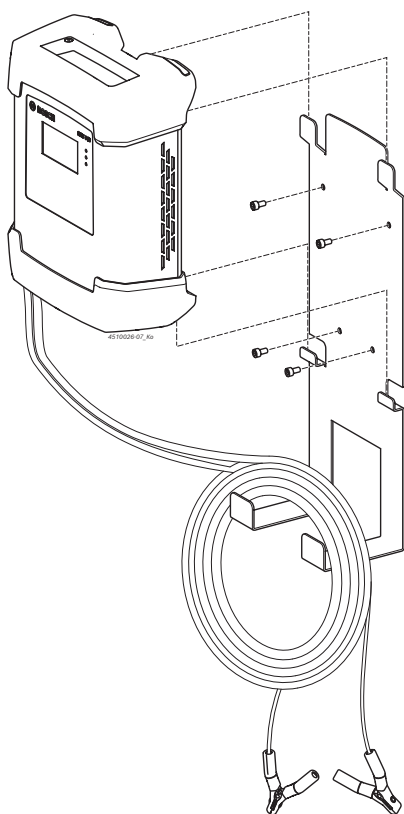

Fig. 2: BAT 645 med veggholder
**I** De fire bærebjelkene til BAT 645 skal alltid hengsles oppe og nede på veggholderen. Ladekabler og tilkoblingsledning kan hengsles på veggholderen (se fig. 2).